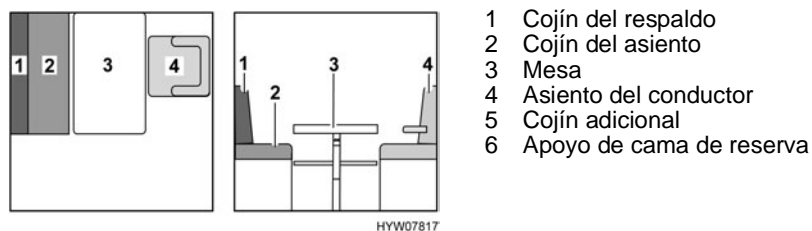

Fig. 117 Antes de la transformación
- Girar el asiento del conductor (Fig. 117,4) y empujarlo completamente hacia adelante.
- Transformar la mesa (Fig. 117,3) en base de cama (véase apartado 7.7).
- En caso de que el vehículo posea un apoyo de cama de reserva (Fig. 118,6), quitar el cojín del respaldo (Fig. 117,1) y el cojín del asiento (Fig. 117,2) y ponerlos a un lado.